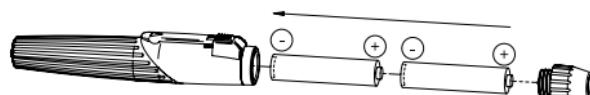

Abb. 3
Zur Inbetriebnahme schrauben Sie das Kopfstück (3) vom Handgriff (1) ab und setzen zwei Alkali-Batterien (Größe LR03/AAA/1,5V) (Abb. 3) ein. Schrauben Sie dann das Kopfstück wieder auf.
Schrauben Sie das Kopfstück (3) ab und schütteln Sie die Batterien heraus. Legen Sie neue Batterien mit dem Pluskontakt zum Griffkopf zeigend ein (Abb. 3).